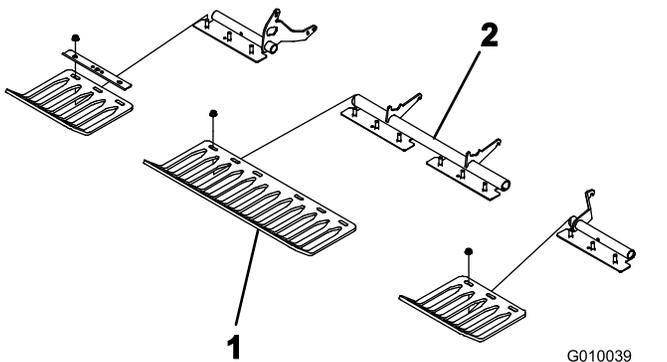

Bild 23
- Montieren Sie die Rasenschutzvorrichtungen mit vier Rasenschutzklammern und 12 Bundmuttern (**Bild 23**) lose an den Rasenschutzhalterungen. Ziehen Sie die Befestigungselemente noch nicht fest.
Hinweis: Werkseitig werden Rasenschutzklammern und Bundmuttern geliefert, die an den Rasenschutzhalterungen befestigt sind (**Bild 23**).